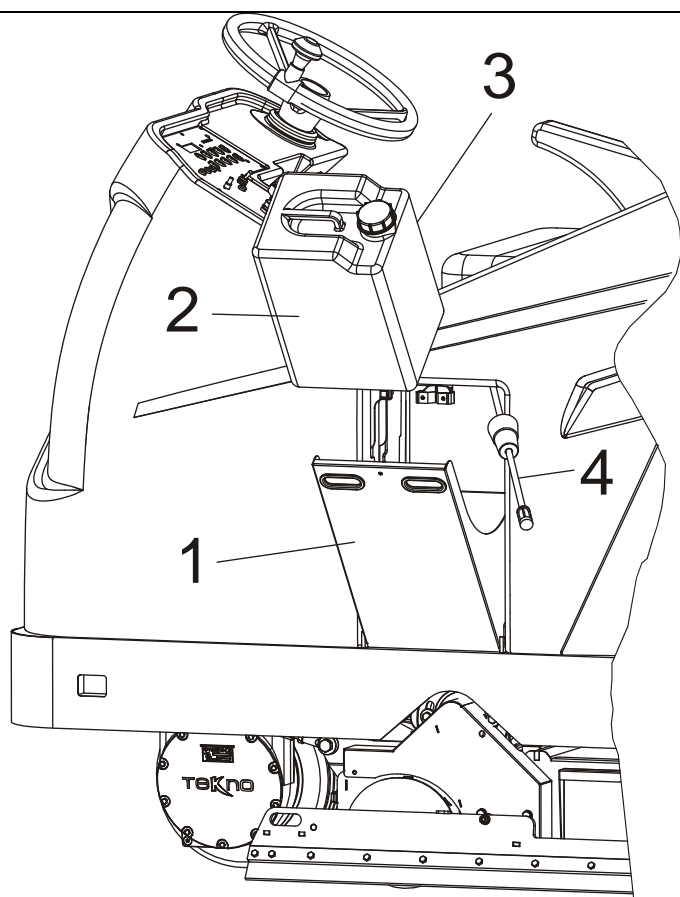

FIG. 1
Plaats het reservoir (pos. 2) zoals aangegeven in Fig. 1. Draai de dop (pos. 3) niet los tijdens deze handeling zodat er geen detergent uit kan lopen. Gebruik laagschuimende producten. Gebruik geen ontvlambare producten.